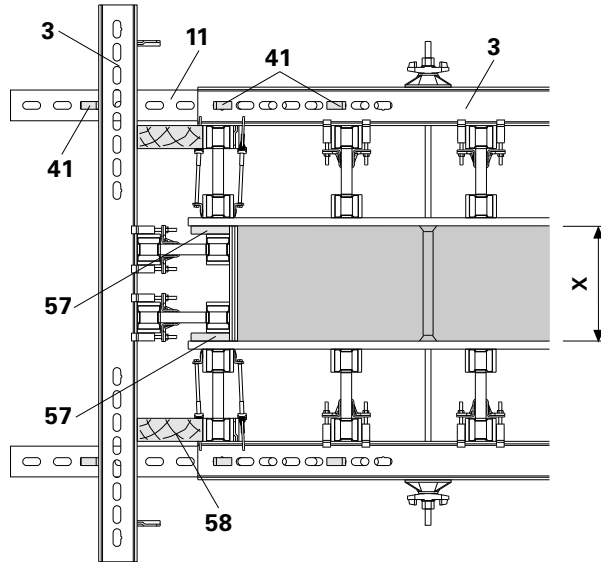

Fig. B9.01
1. Colocar el módulo de tape preparado contra la tabla de tope (57).
2. Colocar tabla distanciadora (58) provista por la obra.
3. Colocar las regletas VKZ 99 (11) en las correas SRZ (3).
4. Fijar las regletas VKZ 99 con cuña KZ (41).
5. Golpear con el martillo el módulo de tape con las cuñas KZ (41) para que resista tracción y compresión. Cuña de tracción antes de cuña de compresión. (Fig. B9.01)